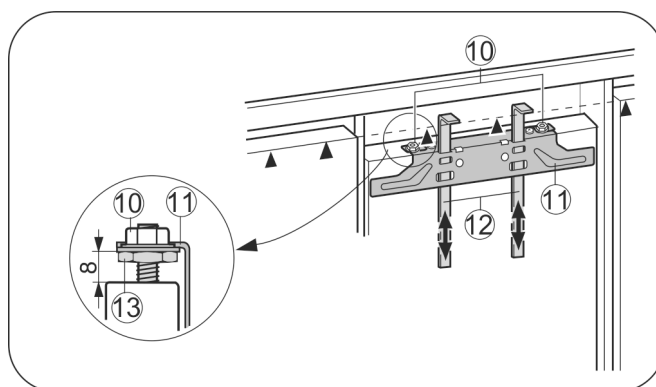

Fig. 17
- ▶ Montagehulpstuk Fig. 17 (12) op kastdeurhoogte omhoog schuiven. Onderste aanslagkant ▲ van het montagehulpstuk = onderkant van de aan te brengen kastdeur.
- ▶ Bevestigingsdwarsstrip Fig. 17 (11) via de contraoeren Fig. 17 (10) losschroeven.